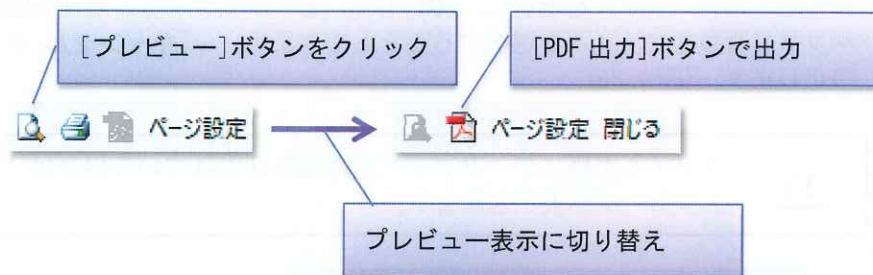

図 4.33 PDF 出力の手順
- (1) [プレビュー] ボタンをクリックしてプレビュー表示にし, [PDF 出力] ボタンをクリックします。(図 4.33)